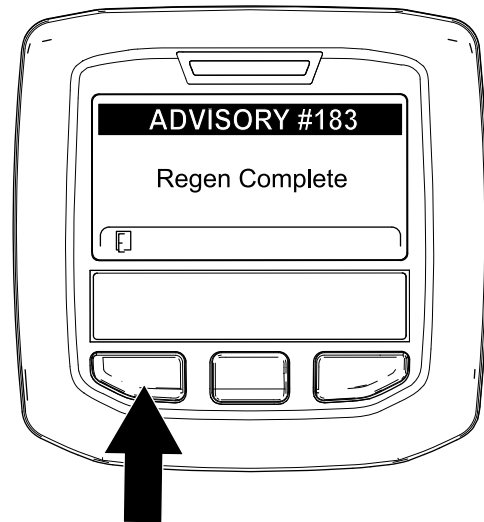

Figure 58
9. Quand le calculateur moteur achève une régénération en stationnement ou une d'urgence, l'InfoCenter affiche l'AVIS N° 183 (Figure 58). Appuyez sur le bouton gauche pour revenir à l'écran d'accueil.